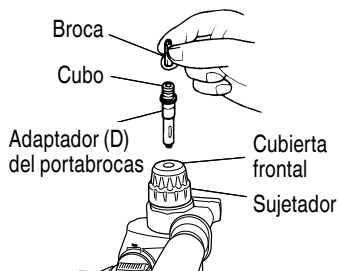

Fig. 22
### 4. Cuando coloque tornillos para metal (Fig. 22)
5. Atornillando tornillos para madera (Fig. 22)